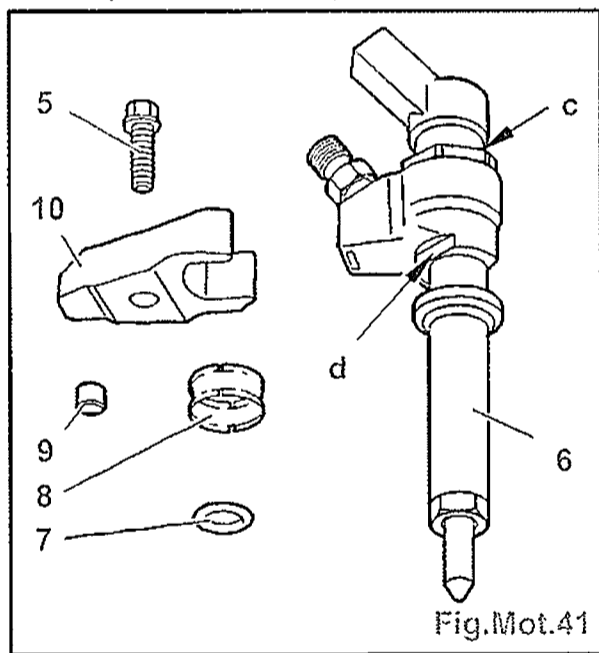

Fig.Mot.41
- Déposer (Fig.Mot.41) :
- les vis (5),
- les brides (10),
- les injecteurs (6),
- les bagues d'étanchéité (8),
- les joints (7),
- les grains d'appuis (9).
- serrer les vis (5) (Fig.Mot.41) à $3 \pm 0,3$ m.daN; à l'aide des outils [1], [3] et [5] (Fig.Mot.39),
- serrer les vis (5) (Fig.Mot.41) à $3 \pm 0,3$ m.daN; à l'aide des outils [1], [3] et [5] (Fig.Mot.39).